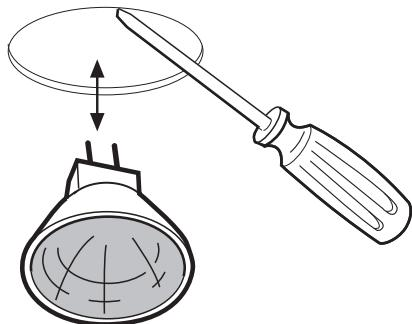
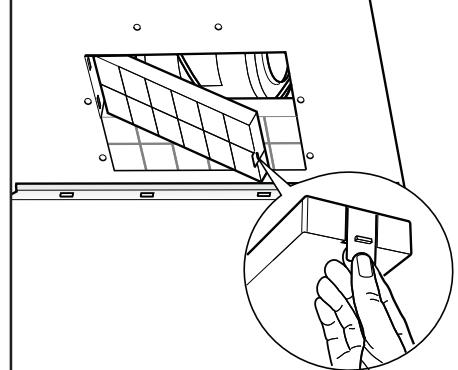

Fig.18
Fig.19
- **Versione filtrante:** Abbiamo disponibili due tipi diversi di Kit, uno con filtri a carbone a cassetta(Fig. 18) e l'altro con i filtri a carbone rigenerabili (lavabili). (Fig.19)
- Collegare il tubo flessibile al deflettore **M** e fissare la vite **I** come indicato in (Fig.8), i filtri al carbone attivo devono essere applicati al gruppo aspirante posto all'interno della cappa (Fig.18).